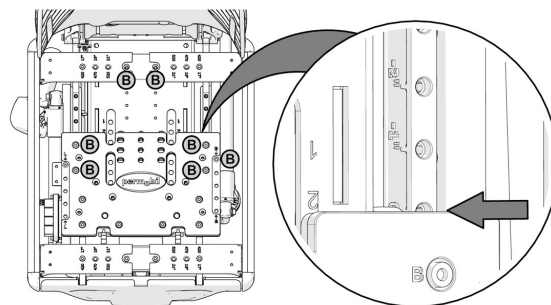

Bild 131. Positionen för ryggstödet (sitsramens bakre del) fixeras av fem skruvar märkta med bokstaven B.
Demontera de sju skruvar märkta (B) som fixerar sitsramens bakre del, se bild. 131.